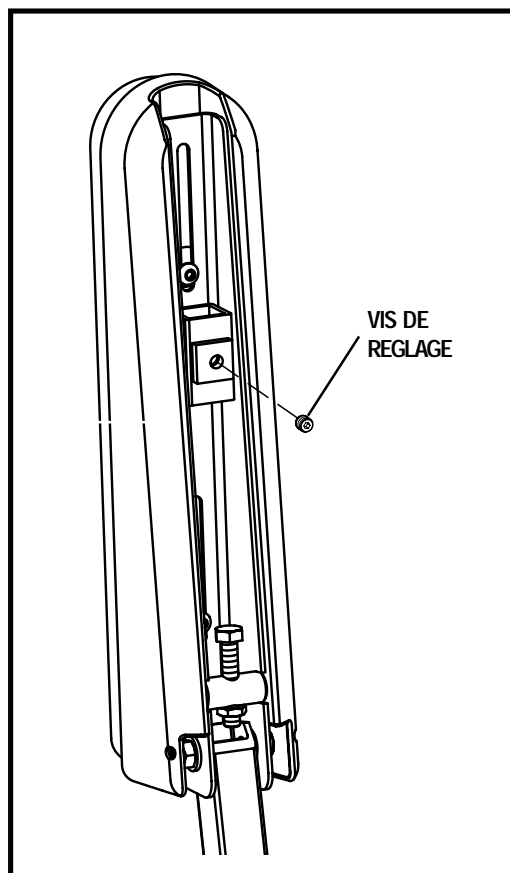

Figure 12. Installation du contrôleur - Sous l'accoudoir
2. Desserrez la vis déblocage sous l'accoudoir. Voir la figure 12.
4. Relevez les accoudoirs et desserrez les vis de blocage. Voir la figure 12.